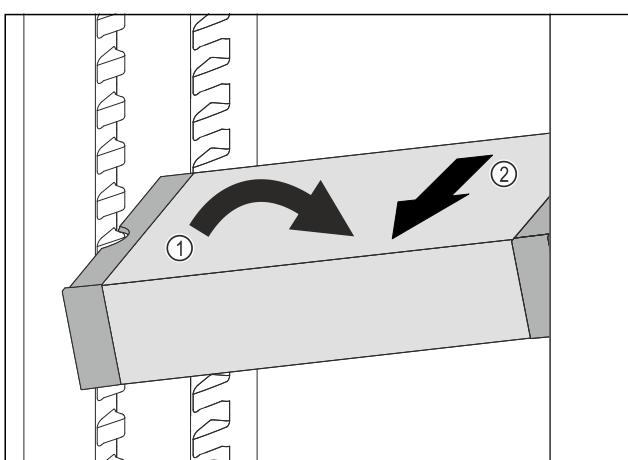

Fig. 152
▶ 在冷藏区中倾斜 VarioSafe。 Fig. 152 (1)
▶ 向前取出 VarioSafe。 Fig. 152 (2)